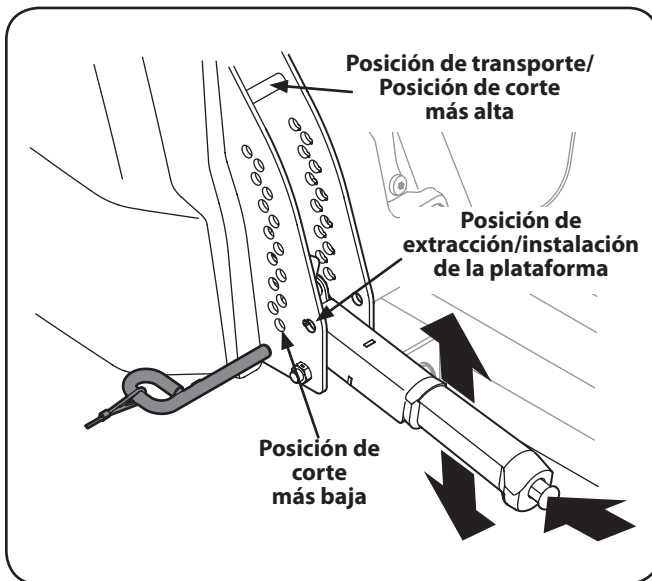

Figura 7-3
- a. Usando la manija de elevación de la plataforma, levante la plataforma a la posición que le ofrece mayor recorrido horizontal de la correa entre las poleas locas de la plataforma y la polea de la PTO en la base del motor. Vea la Figura 7-3.
- d. Baje la plataforma hasta la posición de extracción/instalación usando la manija de elevación de la plataforma. Vea la Figura 7-3.
- e. Baje la plataforma hasta la posición de extracción/instalación usando la manija de elevación de la plataforma. Vea la Figura 7-3.